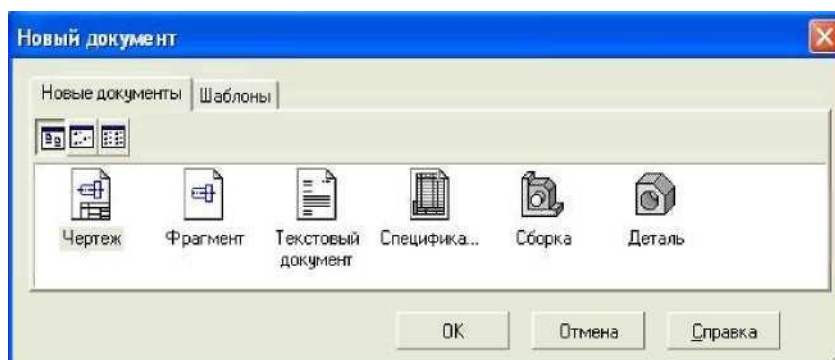

Рис. 1.5. - Диалоговое окно для выбора типа документа Данное окно позволяет выбрать тип создаваемого документа.
**Создать** или одновременно нажать сочетание клавиш **Ctrl+N**. После этого появится диалоговое окно **Новый документ** (рис. 1.5).